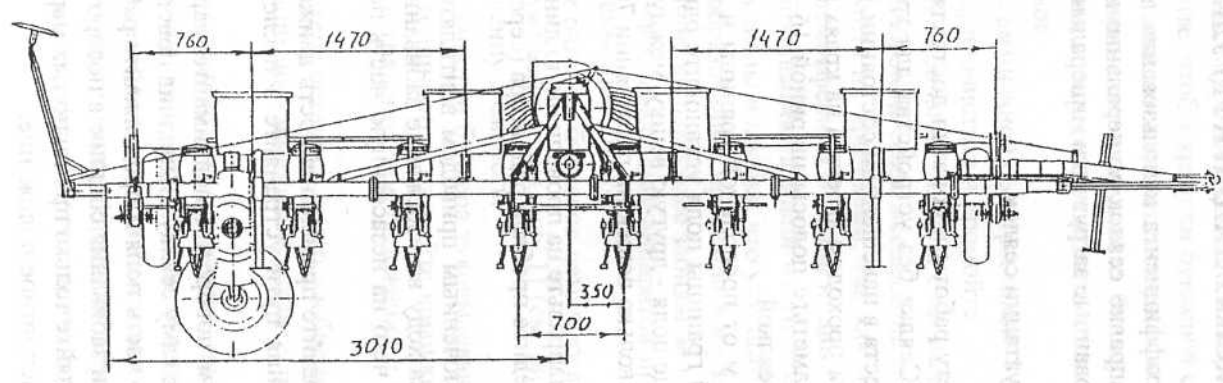

Рис. 10
Чтобы перенастроить селку на посев семян кукурузы или подсолнечника необходимо выполнить следующее (см. рис. 10)
8. Переставить привод высевающих и туковывсевающих аппаратов согласно рис. 10.